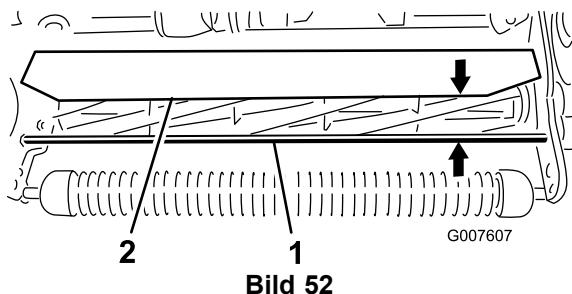

Bild 52
1. Messen Sie den Abstand zwischen dem oberen Ende der vorderen Stützstange und der vorderen Lippe des Schutzblechs an jedem Ende des Mähwerks (Bild 52).